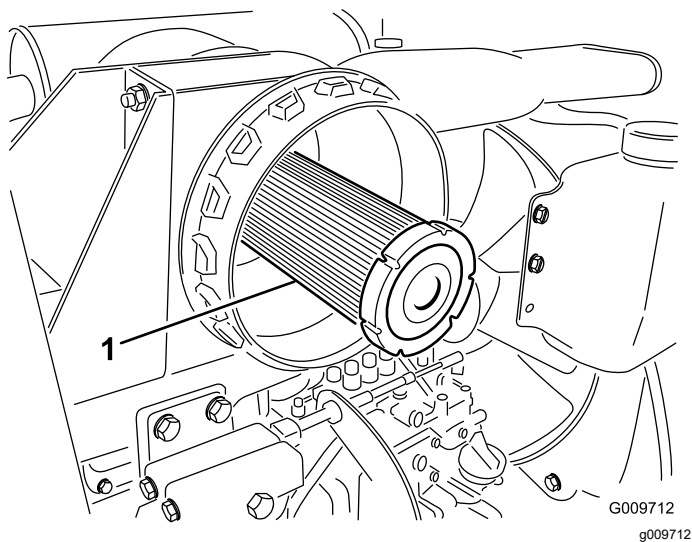

Figura 51
**Importante:** Non cercate mai di pulire il filtro di sicurezza (Figura 51). Sostituitelo ogni 3 interventi di manutenzione sul filtro primario.